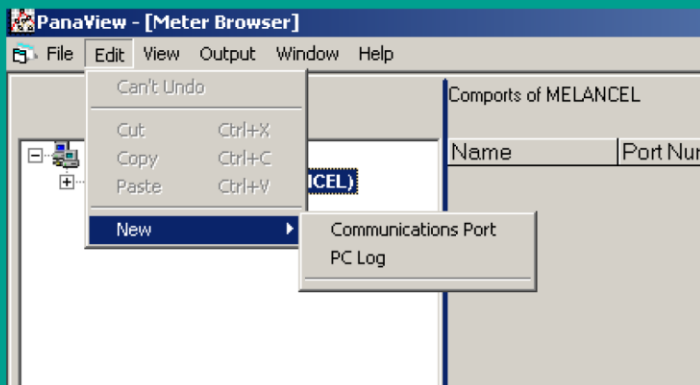

Figura 18: Menú Editor
3. Haga clic en la opción del menú “*New (Nuevo)*” para seleccionarla, se abre un submenú con dos opciones (ver la figura 18).